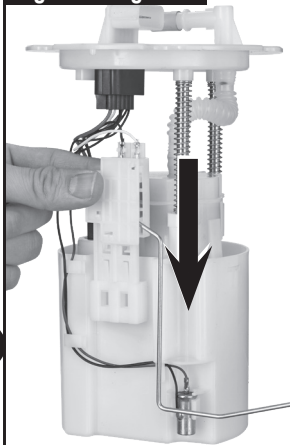

Figure 2 / Figura 2
2. Insert the Fuel Level Sender until it snaps into the Fuel Module (Figure 2).
2. Insérez le capteur de niveau d'essence jusqu'à ce qu'il s'imbrique dans le module d'alimentation d'essence (Figure 2).